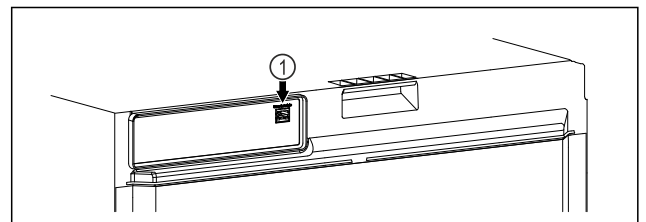

Fig. 141
- Използва се SmartModule Fig. 141 (1).